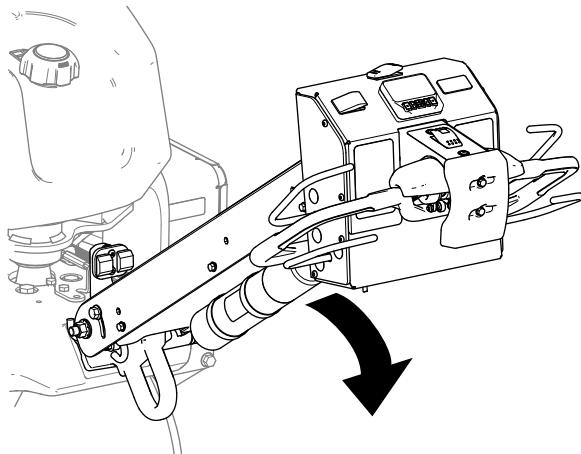

Figura 31
2. Baje el manillar (Figura 31).